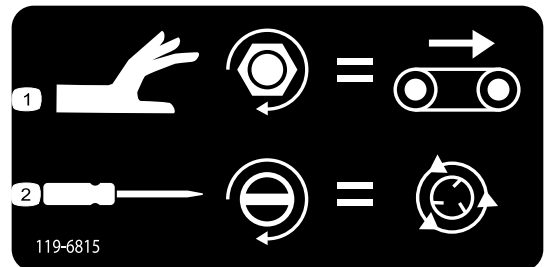

图44
- 要调整输送带速度 图44请顺时针转动调节钮。在颜色代码操作系统中所使用的是最大输送带速度所以可以在没有液压流量的时候进行调整。料斗装满沙子时这一操作非常关键。
- 要调整甩盘速度 图44请使用一字螺丝刀顺时针转动增加速度逆时针转动降低速度。